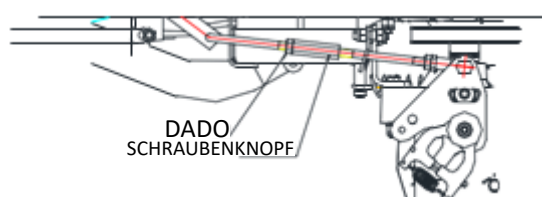

FIG.10
- e) Stellen Sie den linken Bewegungssteuerungshebel auf die neutrale Position. Lösen Sie die Kontermutter des Hebels. Drehen Sie das Spannschloss in der Mitte des Hebels, um die Länge der linken hydrostatischen Transaxle richtig einzustellen, bis das Rad anhält. Ziehen Sie den Hebel in der Neutralstellung leicht an. Der Bewegungssteuerungshebel springt aufgrund der Reaktionskraft der Feder in die Neutralstellung zurück. Die Räder bleiben stehen oder bewegen sich leicht zurück. Ziehen Sie anschließend die Sicherungsmutter an. Siehe ABB. 10.